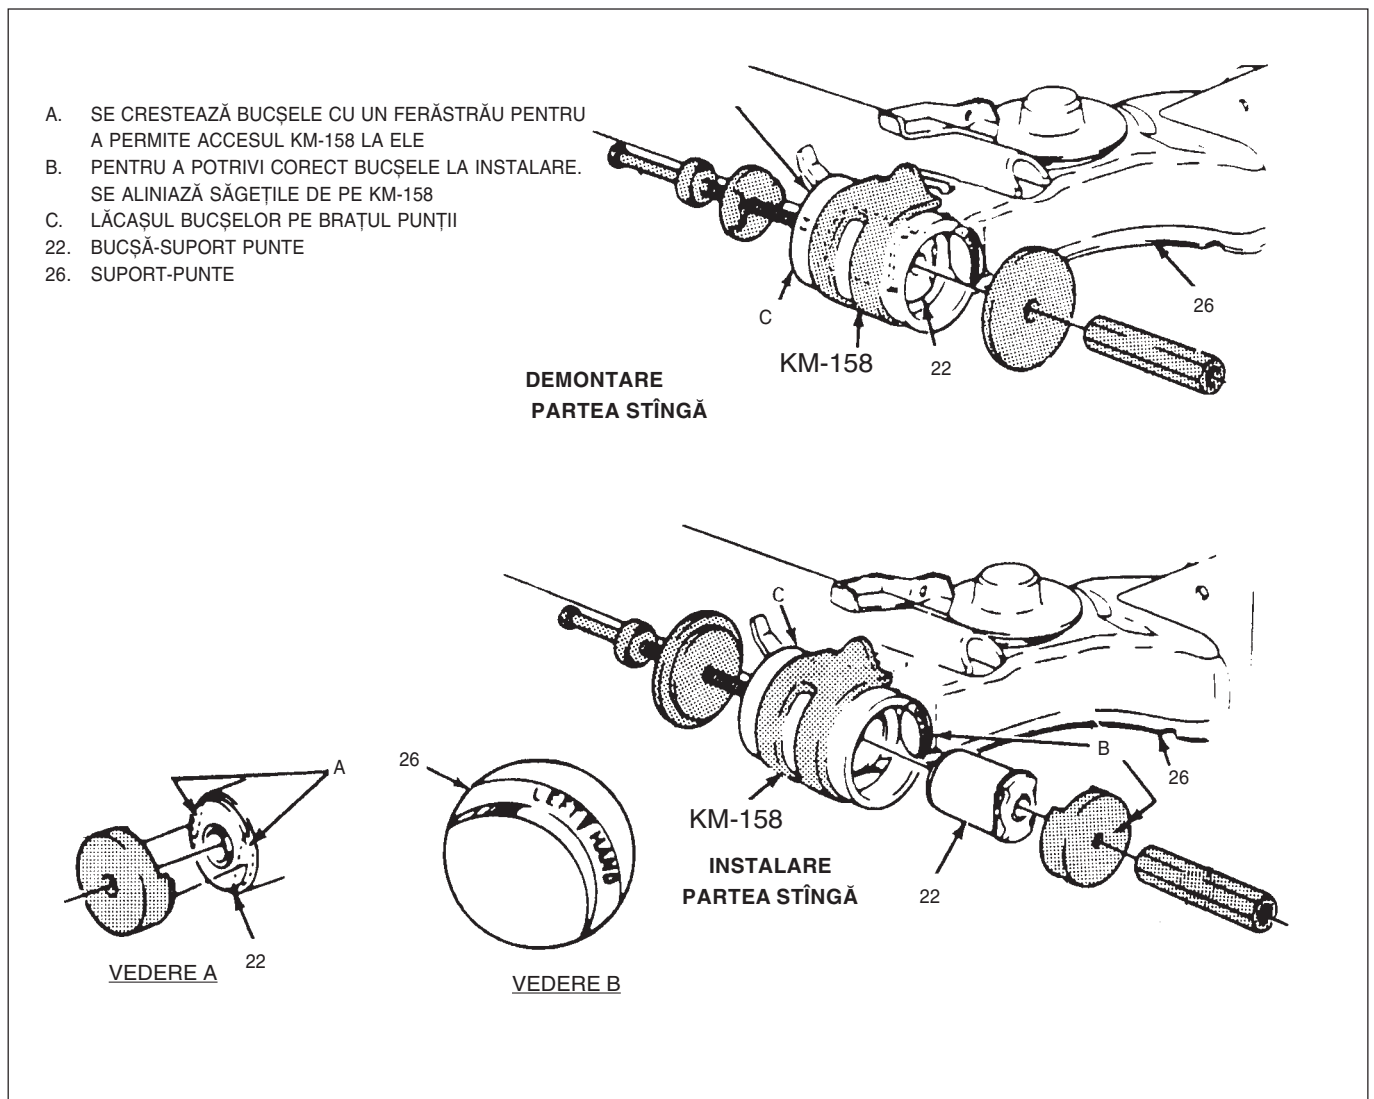

Fig. 4 Demontarea și instalarea bușelor brațului punții
↔ Se demontează sau se deconectează (Fig. 4 și 5)
- Crestați bușă veche (22) cu un ferăstrău pentru a permite dispozitivului KM-158 să o apuce. Vezi Fig. 4.